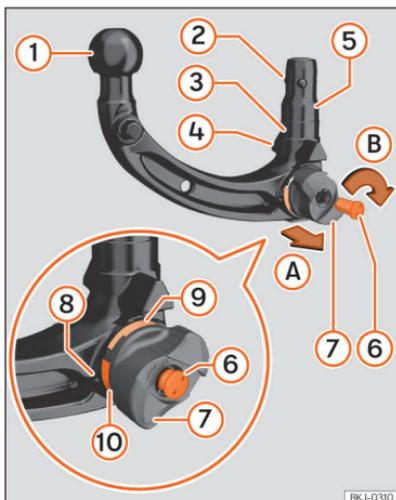

Fig. 156 Visão geral: engate amovível para reboque.
- ③ Mecanismo (bola) de bloqueio
- ④ Guias de centragem
- ⑤ Haste
- ⑥ Chave
- ⑦ Tampa da fechadura
- ⑧ Roda
- ⑨ Marca verde no engate para reboque
- ⑩ Marca vermelha na roda
3. Abra a tampa da fechadura >>> Fig. 156 ⑦ e introduza a chave ⑥ na fechadura.
4. Rode a chave ⑥ no sentido contrário ao dos ponteiros do relógio até a seta da chave apontar para o símbolo de fechadura aberta na roda ⑧.
5. Segure o engate para reboque com uma mão. Com a outra mão, retire a roda ⑧ na direção A.
6. Rode a roda ⑧ retirada na direção B até ao limite.
8. Solte a roda ⑧.